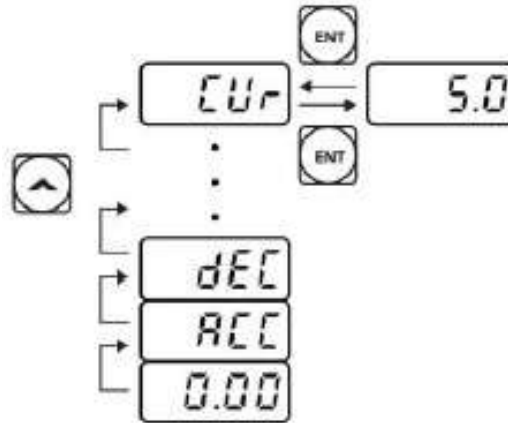

Figura 5.2: Selección código corriente [1].
- **Monitoreo de corriente de salida:** en la figura 5.2 se puede ver que utilizando el teclado en el grupo de operación se puede hacer el monitoreo.
Se pueden utilizar los códigos dCL (monitoreo de tensión bus de CC) y vOL (monitoreo de tensión de salida) en el grupo Operación exactamente de la misma manera como se muestra en la figura 5.2.